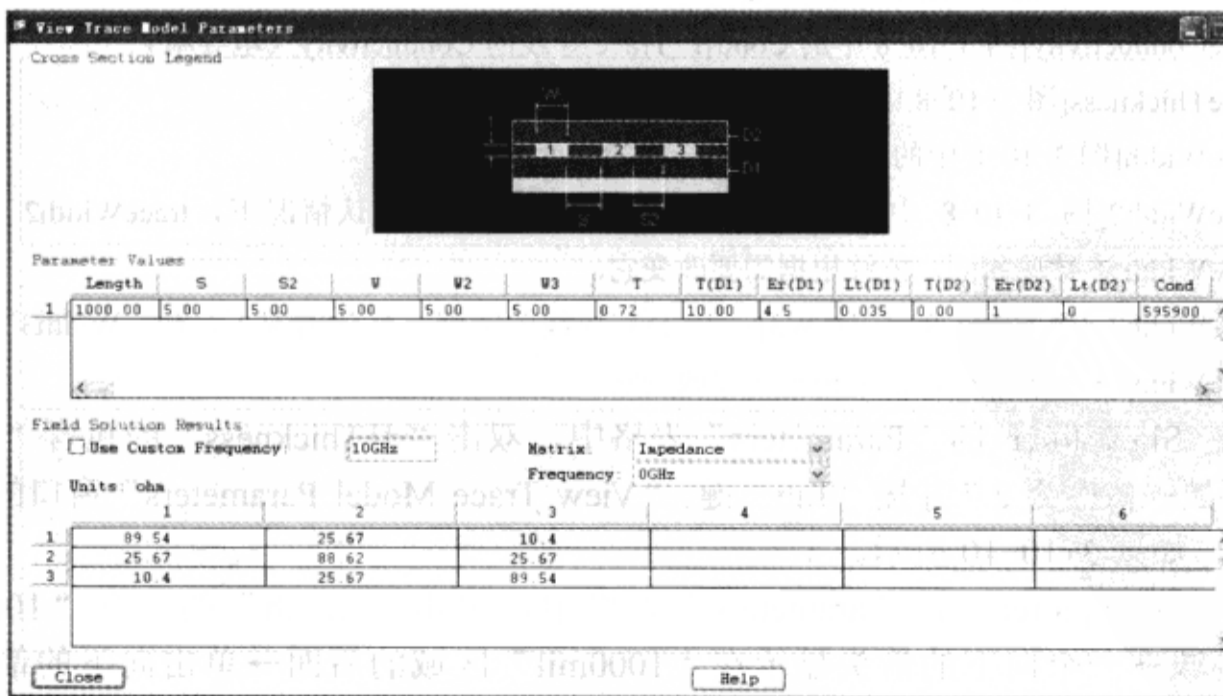

图 3-10-8 浏览模型参数
(1) 在“SigXplorer”工作空间单击 TL\_MS1 的长度值 (1000mil)，“Parameters”表格区域“Length”表格被高亮→单击鼠标右键→从弹出菜单中选择“View Trace Parameters”→弹出“View Trace Model Parameters”对话框，浏览模型参数，如图 3-10-8 所示。
- d1Constant [图 3-10-8 中的 Er (D1)]: 平面层表面和 Trace 导线之间材料的介电常数。
- d1LossTangent [图 3-10-8 中的 Lt (D1)]: 电介质 D1 的损耗因数。
- d1Thickness [图 3-10-8 中的 T (D1)]: 平面层表面和 Trace 导线之间材料的厚度。
- d2Constant [图 3-10-8 中的 Er (D2)]: Trace 导线上面的材料的介电常数。
- d2LossTangent [图 3-10-8 中的 Lt (D2)]: 电介质 D2 的损耗因数。
- d2Thickness [图 3-10-8 中的 T (D2)]: Trace 导线上面的绝缘材料的厚度。
- spacing[图 3-10-8 中的 S]: Trace1 和 Trace2 的间距。
- spacing2[图 3-10-8 中的 S2]: Trace2 和 Trace3 的间距。默认情况下 spacing2 [S2]参数值与 spacing S 参数值相同, 能够根据需要改变它。
- traceConductivity[图 3-10-8 中的 Cond]: Trace 导线的 Conductivity (电导率)。
- traceThickness[图 3-10-8 中的 T]: Trace 导线的厚度。
- traceWidth[图 3-10-8 中的 W]: Trace1 导线的宽度。
- traceWidth2[图 3-10-8 中的 W2]: Trace2 导线的宽度。默认情况下, traceWidth2 参数值将和 traceWidth 参数值相同, 能够根据需要改变它。
- traceWidth3 [图 3-10-8 中的 W3]: Trace3 导线的宽度。默认情况下, traceWidth3 参数值将和 traceWidth 参数值相同, 能够根据需要改变它。